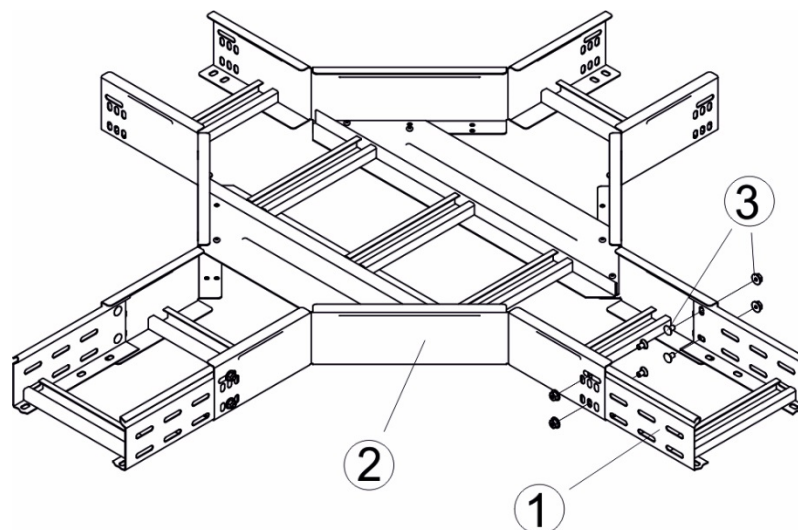

Рисунок 37
7.7.3 Для присоединения лотков к остальным ответвлениям крестовины лестничной выполнить действия, описанные в 7.7.1 и 7.7.2 (рисунок 37).